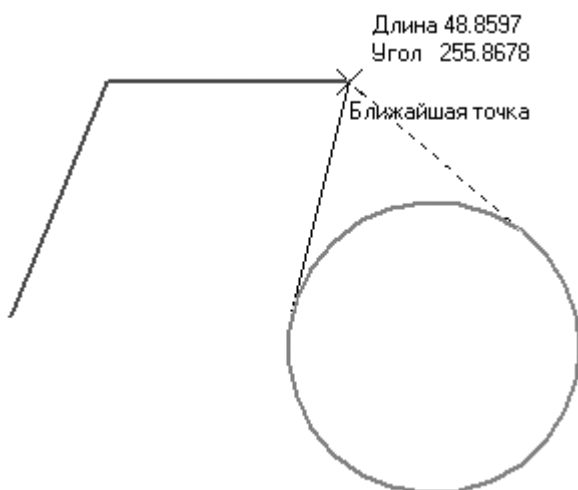

Рис. 2.8. Построение касательного отрезка
2. Выберите инструмент **Касательный отрезок через внешнюю точку**. Обратите внимание, что в строке подсказок внизу окна отобразилась фраза **Укажите кривую для построения касательного отрезка**. Подведите указатель к построенной окружности (она при этом подсветится красным цветом) и щелкните на ней. После этого необходимо указать начальную точку отрезка. Пусть ею будет конечная точка второго отрезка, созданного до этого на чертеже (рис. 2.8).
3. Как видите, из указанной точки к окружности можно построить два касательных отрезка. Если сейчас завершить команду, нажав кнопку Создать объект или сочетание клавиш Ctrl+Enter, то будет создан отрезок, фантом которого изображен сплошной тонкой линией. Чтобы переключиться на другой вариант касательного отрезка (на рис. 2.8 показан пунктирной линией), нужно воспользоваться кнопками Следующий объект >> или Предыдущий объект << на панели специального управления. Всегда применяйте эти кнопки, если система предлагает несколько вариантов построения одного и того же объекта, отображаемых пунктирной линией.